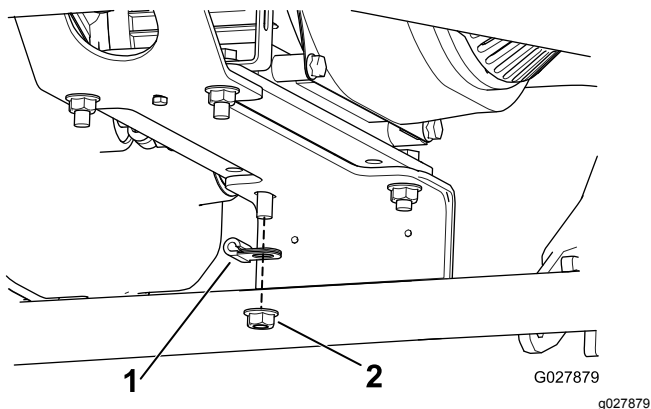

Figura 10
8. Fissate il nuovo cavo dell'acceleratore nel punto di fissaggio del motore posteriore destro, utilizzando l'attacco per cavo e il bullone, la rondella e il dado esistenti (Figura 10).